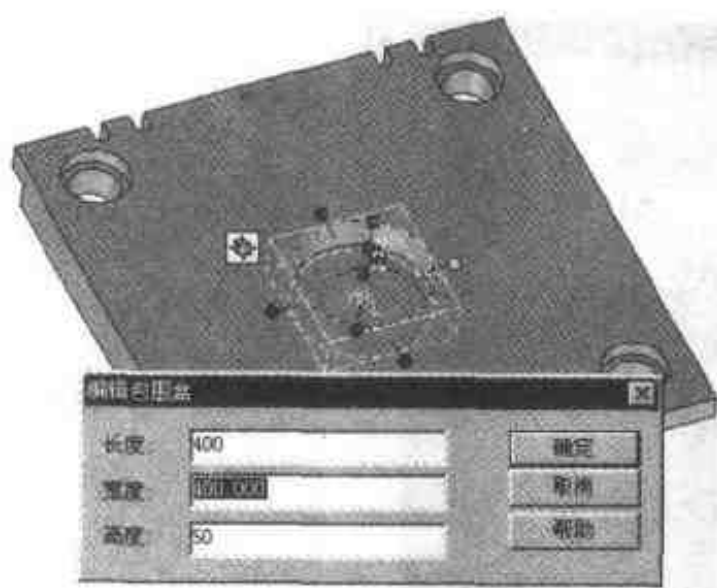

图 2.158 生成背部的过孔
- (1) 应用旋转显示, 显示模具的背面, 将一孔类圆柱体图素拖放到背面的中心, 编辑此图素的包围盒, 如图 2.158 所示, 可以在背部生成直径为 400, 深度为 50 的过孔。